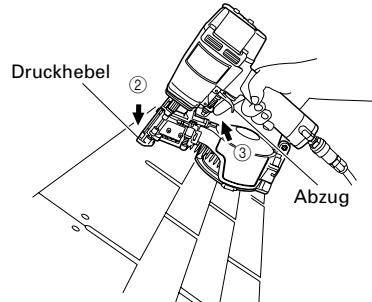

Abb. 6
- (1) Intermittierender Betrieb (Auslösen durch Abzugschalter)
- ① Positionieren Sie den Nagelauslaß auf dem Werkstück, während Sie den Abzugschalter nicht berühren.
- ② Drücken Sie den Druckhebel bis zum Anschlag durch.
- ③ Ziehen Sie am Abzugschalter, um einen Nagel einzutreiben
- ④ Nehmen Sie den Finger vom Abzugschalter. Bewegen Sie den Nagler zum Eintreiben des nächsten Nagels entlang dem Werkstück und wiederholen Sie dieses Verfahren. (Abb. 6)